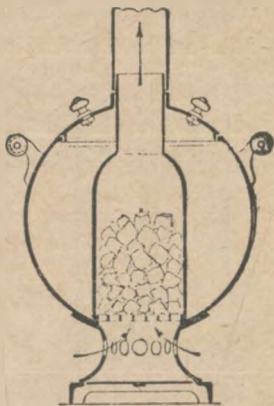

Рис. 135. Разрез самовара.
Каким же образом образуется окись углерода в самоварной трубе и в печи? Разберем сначала первый случай. Представим себе самовар в разрезе (рис. 135). Труба его наполнена раскаленными углями. Снизу через решетку входит воздух. При горении угля образуется углекислый газ, который в вышележащих слоях накаленного угля вступает с ним в реакцию, образуя окись углерода. Окись углерода частью уносится в трубу, частью, встречая проникающий сверху в трубу воздух, сгорает, образуя углекислый газ. Напишите равенство реакции горения окиси углерода (160).